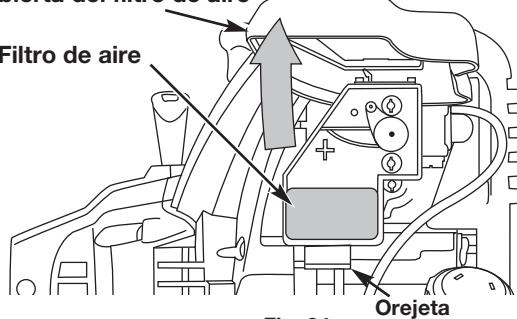

Fig. 24
1. Abra la tapa del filtro de aire. Empuje hacia adentro la lengüeta que está en lado inferior de la tapa. Despues hale hacia afuera y arriba la tapa del filtro de aire. (Fig. 24).
2. Retire el filtro de aire (Fig. 24).
6. Vuelva a colocar el filtro (Fig. 24).